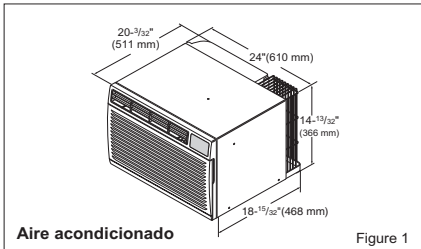

Figure 1
- Si utiliza un soporte de pared de pared ya existente, deberá medir sus dimensiones. Instale el nuevo aire acondicionado según estas instrucciones de instalación para lograr el mejor funcionamiento. Todos los soporte de pared de pared utilizados para montar el nuevo aire acondicionado deben estar en buenas condiciones estructurales y contar con una rejilla trasera para conectar el nuevo aire acondicionado de forma segura. (Figure 1)